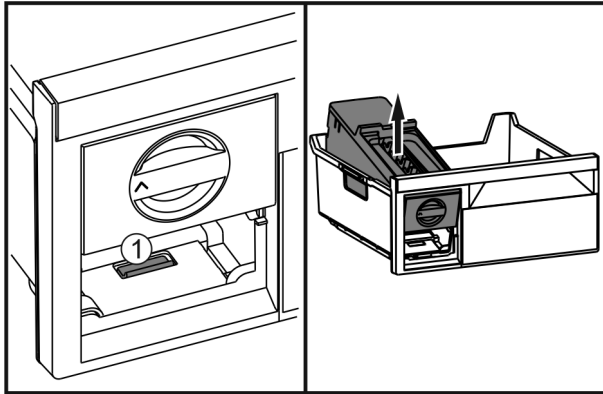

Fig. 55
- ▶ Lip Fig. 55 (1) indrukken, EasyTwist-Ice van achter optillen en uit de vrieslade nemen.